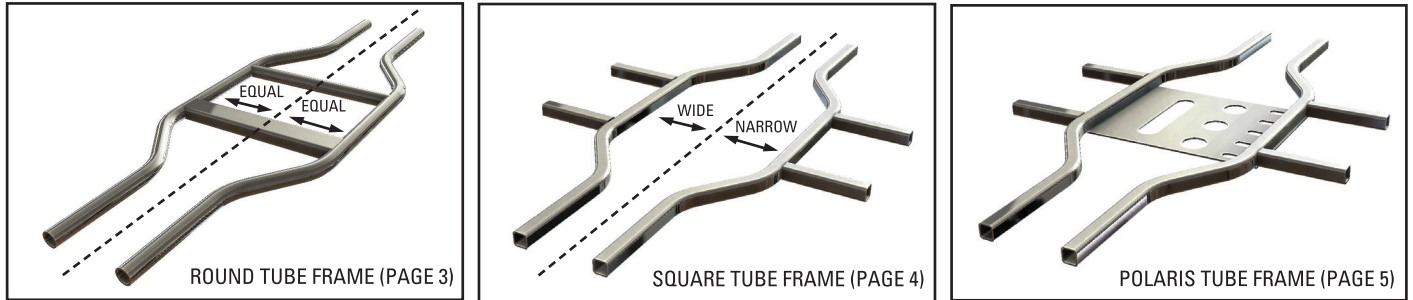

Figure 2: Tube Frame Type
- 1) Round Tube Frame (Fig. 2, Top) - pg. 3
- 2) Square Tube Frames (Fig.2, Middle) - pg. 4
- 3) Polaris® Sportsman (Fig. 2, Bottom) - pg. 5
- 1) Center the mount on the machine during installation. All frame types are not perfectly centered as shown in Figure 2.
- 1) Cadre en tube rond (Fig. 2, Haut) - pg. 9
- 2) Tube Cadres carrés (Fig.2, Moyen) - pg. 10
- 3) Polaris Sportsman (figure 2, Bottom.) - Pg. 11
Place Frame Tube (Page 6) Figure 2: Type Tube Frame
- 1) Centrer le support sur la machine lors de l'installation. Tous les types de trames ne sont pas parfaitement centrées comme représenté sur la Figure 2.